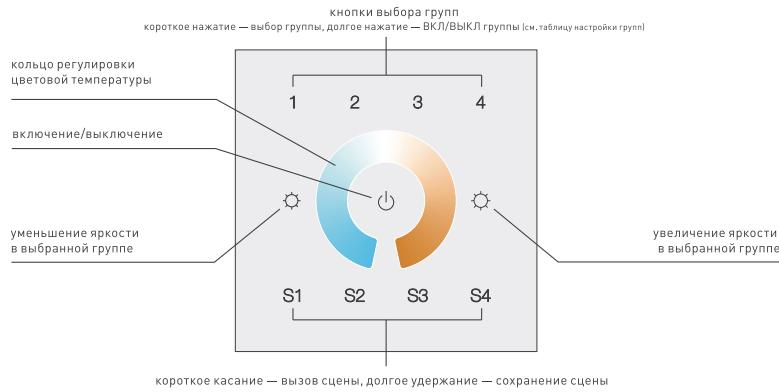

Рисунок 4. Назначение сенсорных кнопок.
3.11. Проверьте управление с панели (рисунок 4).